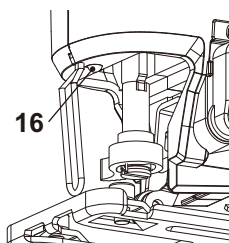

Fig. 8
La luz de trabajo (16) se enciende automáticamente al pulsar el interruptor de encendido/apagado (Fig. 8).